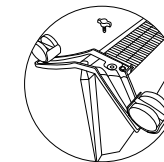

Fig. 7
- Asigurați șasiul folosind suportul special care este inclus în pachet (Fig. 7).